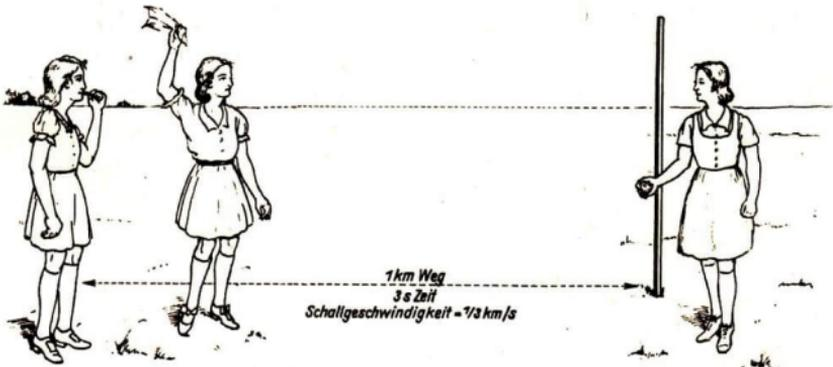

Abb. 145 Wir messen die Fortpflanzungsgeschwindigkeit des Schalles
**2. Wie schnell breitet sich der Schall aus?** Beim Feuerwerk sehen wir das Aufblitzen der Leuchtkegelraketen in der Luft, nehmen aber erst einige Zeit später den Knall wahr, mit dem sie platzen. Der Schall braucht eine gewisse Zeit, um von der Schallquelle bis an unser Ohr zu gelangen. Seine *Fortpflanzungsgeschwindigkeit* läßt sich einfacher bestimmen als die des Lichtes. Warum wohl? Wir brauchen nur eine Stoppuhr und eine Trillerpfeife. Während einer Wanderung messen wir auf einer Chaussee mit Hilfe der Kilometersteine eine Strecke von  $\frac{1}{2}$  km ab. An dem einen Ende der Strecke gibt eine Schülerin unter gleichzeitigem Senken eines hochgehaltenen Taschentuches durch eine zweite Schülerin ein Zeichen mit der Trillerpfeife (Abb. 145). Die Schülerin am anderen Ende der Strecke setzt die Stoppuhr in Gang, wenn sie das Senken des Tuches sieht, und stoppt die Uhr, wenn sie den Pfiff hört. Wir erkennen: Der Schall braucht etwa eine Sekunde, um die Entfernung zurückzulegen. Genaue Versuche ergeben: